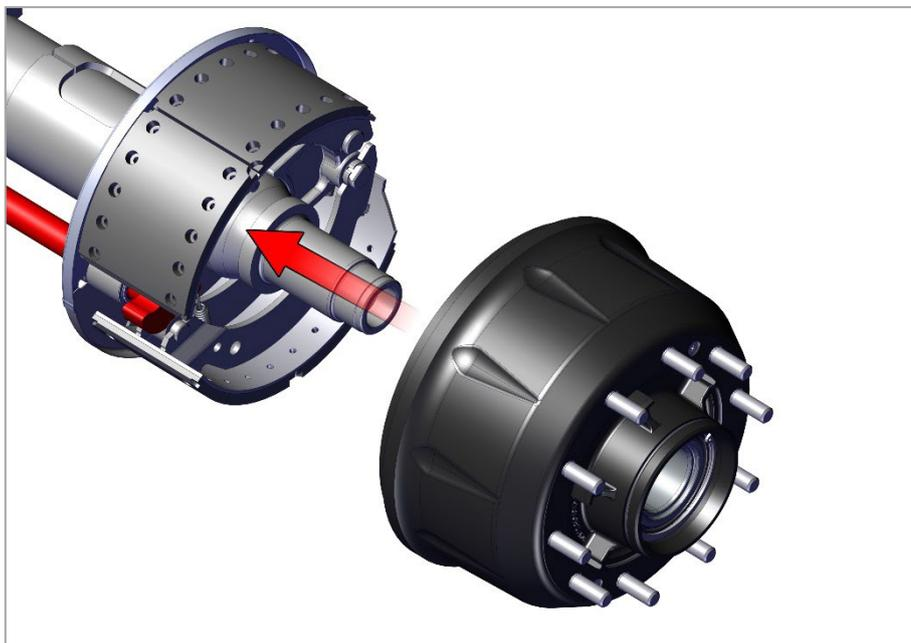

Рис. 16. Монтаж тормозного барабана.
1) Если ступица и барабан были сняты с оси, то выполняйте монтаж компонентов в порядке, обратном порядку снятия (рис. 16).